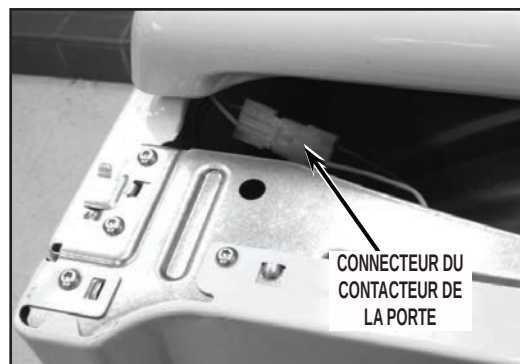

FIGURE 3
4. Débrancher le connecteur du contacteur de la porte (angle supérieur/avant/gauche de l'appareil). Voir la Figure 3.
6. Remettre la sècheuse à sa position de service – rétablir les dimensions mesurées à l'étape 1 ci-dessus. Utiliser le trou de sortie dans le panneau inférieur comme gabarit pour tracer le périmètre du trou sur le plancher. Ôter les deux (2) vis arrière de l'ensemble plateau supérieur/console de l'appareil, et faire glisser l'ensemble vers l'arrière pour exposer les emplacements des vis supérieures du panneau de façade. Voir les Figures 3 et 4.